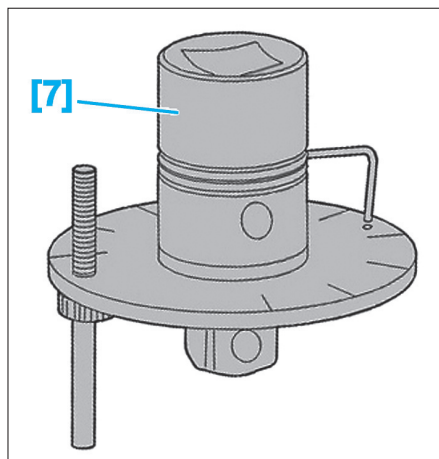

Fig. 39
- [7]. Adaptateur Facom D.360 pour serrage angulaire (Fig.39).